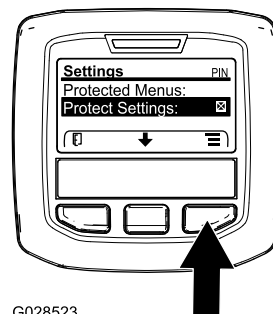

Рисунок 36
1. Перейдите в защищенное меню и разблокируйте подменю защищенных настроек (Рисунок 36); см. раздел Доступ к защищенным меню \(страница 22\).